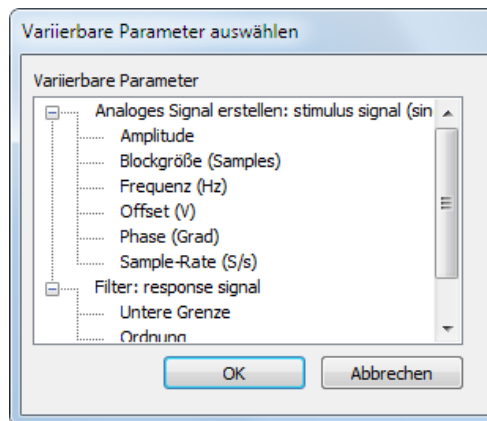

Abbildung 5-1. Auswahlfeld der variierbaren Messparameter
5. Klicken Sie auf der Registerkarte **Schritteinstellungen** auf die Schaltfläche **Hinzufügen**. Daraufhin wird zu jedem Schritt im Projekt eine Liste variierbarer Parameter angezeigt (vgl. Abbildung 5-1).